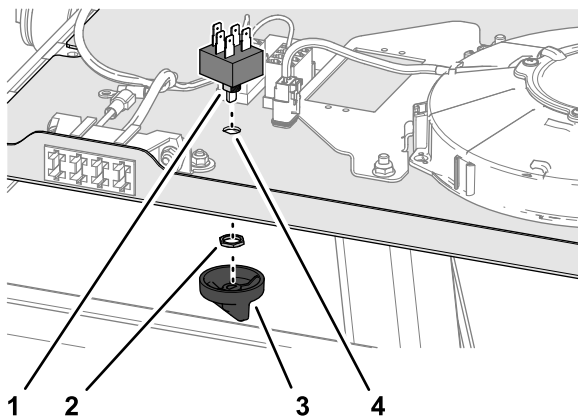

Figura 5
1. Allineate la parte piatta dell'albero esterno dell'albero dell'interruttore della ventola con il foro a forma di D sul pannello dell'interruttore (Figura 5).
- Inserite l'albero dell'interruttore della ventola nel foro del pannello e fissate l'interruttore con il controdado (Figura 5).
- Allineate il foro a forma di D sulla manopola con la parte piatta dell'albero interno dell'albero dell'interruttore della ventola (Figura 5).
- Premete la manopola sull'interruttore finché questa non è completamente in sede (Figura 5).